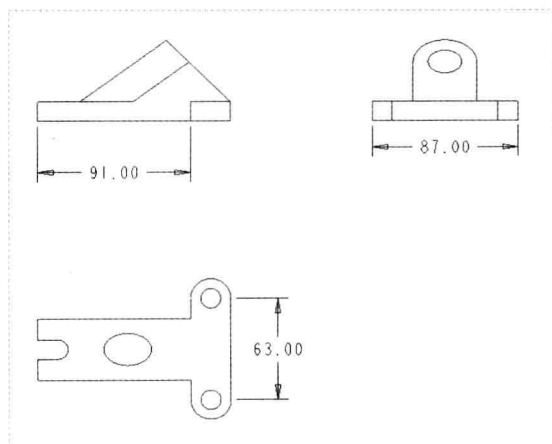

图 12-110 图形文件
Step 01 按【Ctrl+O】组合键, 打开图形文件, 如图 12-110 所示, 在“功能区”选项板中切换至“注释”选项卡。